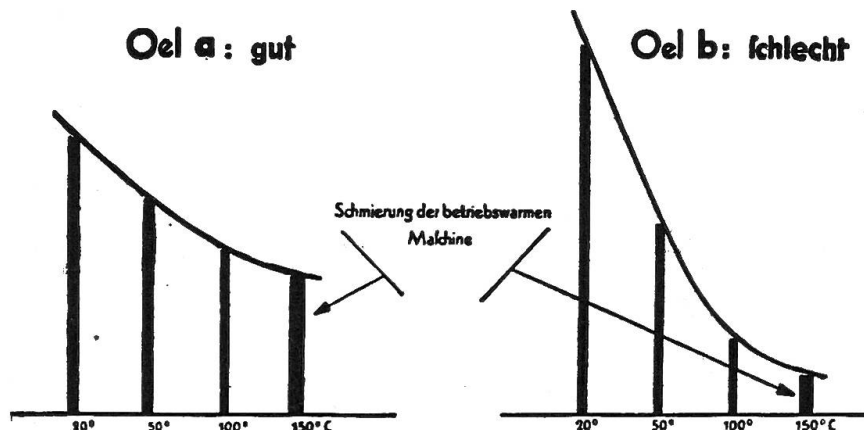

Fig. 5:
Il ressort des courbes de la fig. 5 qu'à 20° C, l'huile **b** est plus visqueuse que l'huile **a**. Avec l'augmentation de la température, cependant, elle arrive à devenir plus fluide que l'huile **a**. Au point de vue de l'usage de telles huiles pour les moteurs, cela signifie que l'huile **a** est la meilleure, d'une part parce que sa plus grande viscosité aux températures élevées fait que la pellicule d'huile résiste davantage et assure ainsi une meilleure lubrification, d'autre part parce que sa plus grande fluidité aux températures basses permet un démarrage moins difficile du moteur froid. Entre deux huiles, celle qui présente la courbe de viscosité la plus plate est donc la meilleure. A part le degré de viscosité, on indique aussi aujourd'hui l'indice de viscosité (IV). Ce nombre montre la relation entre la viscosité et la température d'une huile. Plus l'indice de viscosité est élevé, plus la courbe de viscosité est plate. Dans l'exemple ci-dessus, l'huile **a**, la meilleure, est aussi celle qui a l'indice de viscosité le plus haut. (IV des bonnes huiles: env. 100 à 130, IV des mauvaises huiles: env. 50 à 70).